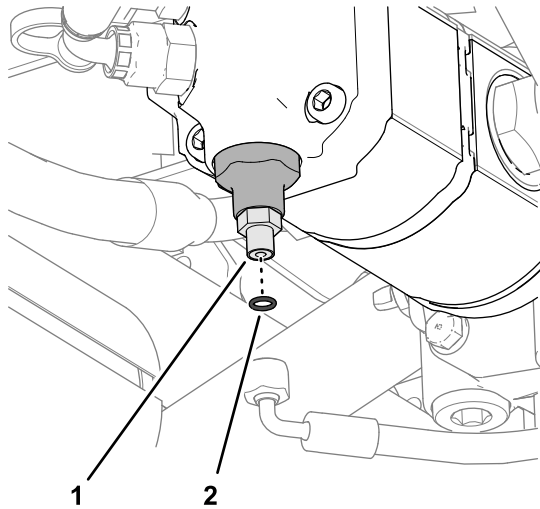

Figura 138
7. Retire la junta tórica de la cara del acoplamiento recto de la bomba hidráulica (Figura 138).
8. Instale una junta tórica nueva de 7.6 mm/1.8 mm (0.301"/0.070") en la ranura del acoplamiento recto (Figura 138).